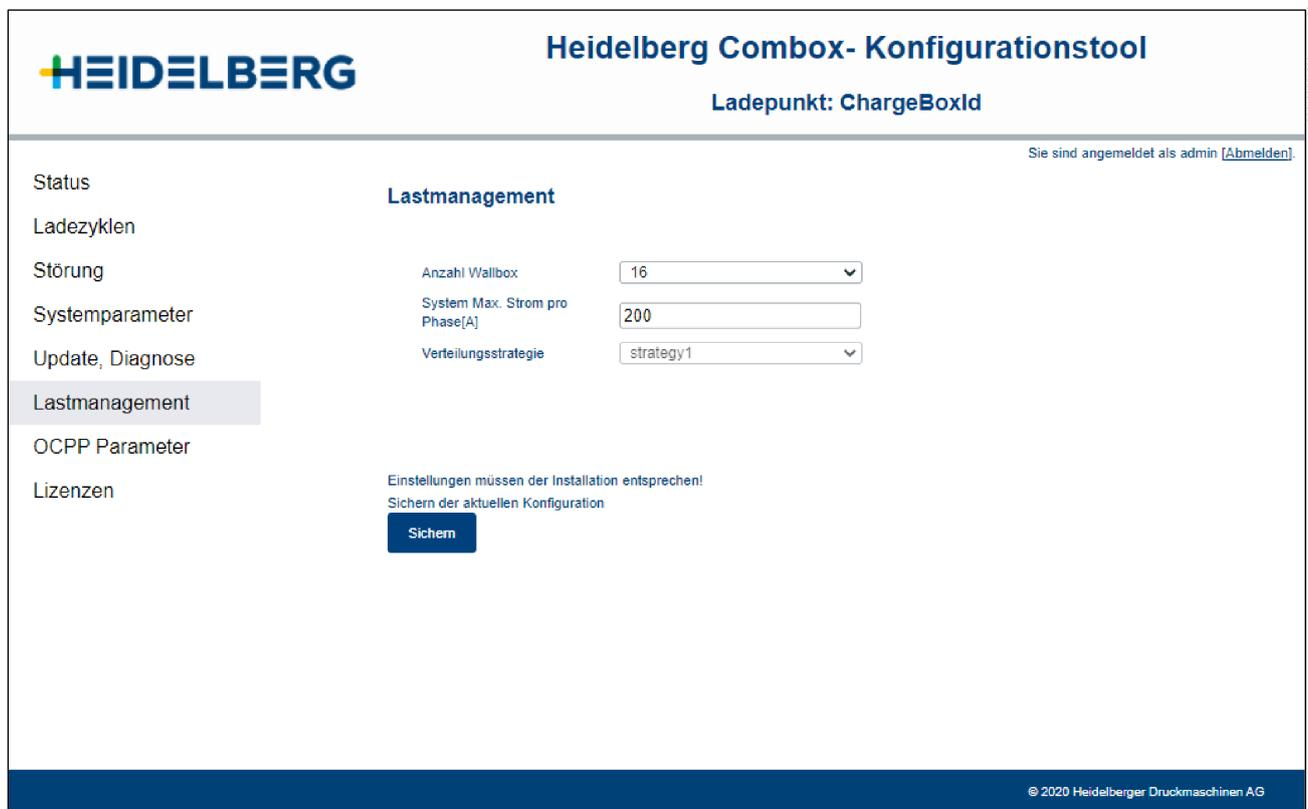

Abb. 5
1. Öffnen Sie das Menü **Lastmanagement** (Abb. 5).